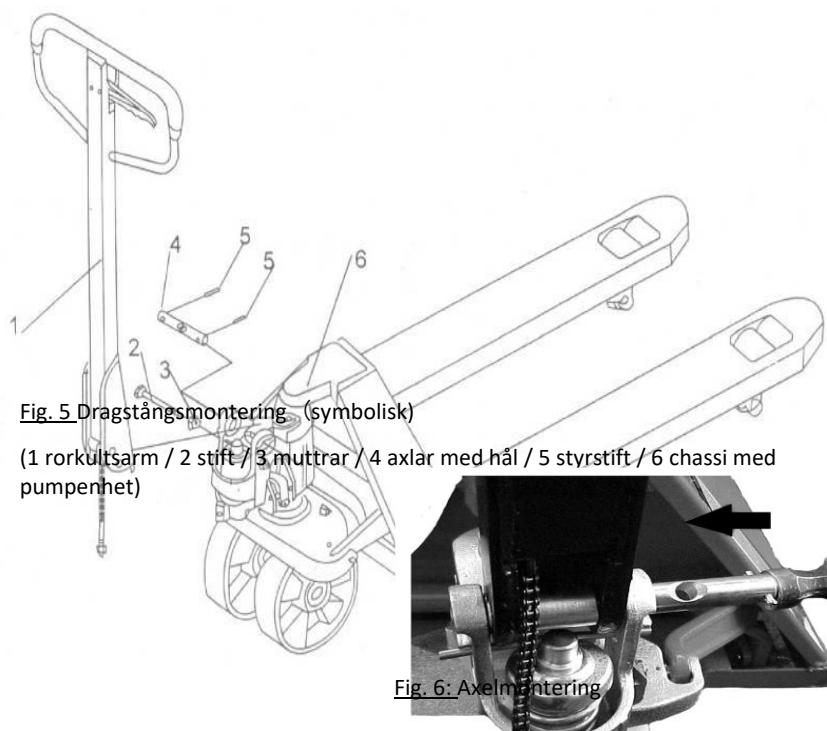

Fig. 5 Dragstångsmontering (symbolisk)
c) Tryck dragstångsarmen nedåt; ta bort pennan (2, fig. 5).
d) Flytta manöverarmen till läget "FAST LIFT" (LIFT). Lyft sedan spakplattan med stiftet (2, fig. 5) och sätt in justerskruven i den främre skåran på spakplattan. Notera: Lämna justeringsmuttern under spakplattan
e) Använd en hammare för att sätta in den andra styrstiftet (5, fig. 5) i det andra hålet på axeln.